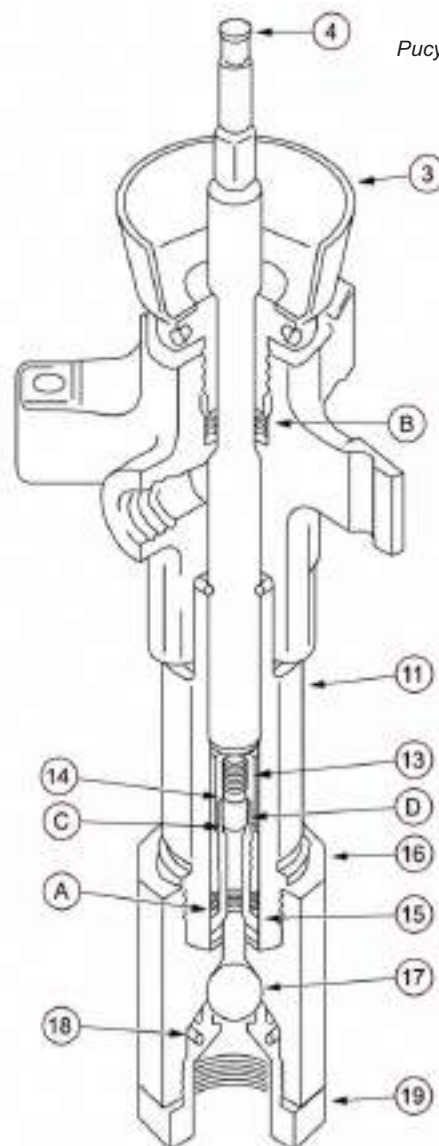

Рисунок 9
- 5 Осмотрите шток (12) на наличие царапин или других повреждений. Только если шток(12) нуждается в замене.
- 6 Поместите корпус шарика (13) в тиски и открутите шток (12).
- 7 Снимите сальники и уплотнения(А), а также шарик(14) с поршня(15). Осмотрите седло шарика(С) и направляющие шарика(Д) на предмет износа или повреждений.<См. рис. 9>.
- 8 Открутите гайку сальника(3) от корпуса насоса(8). Снимите сальники и уплотнения(В)